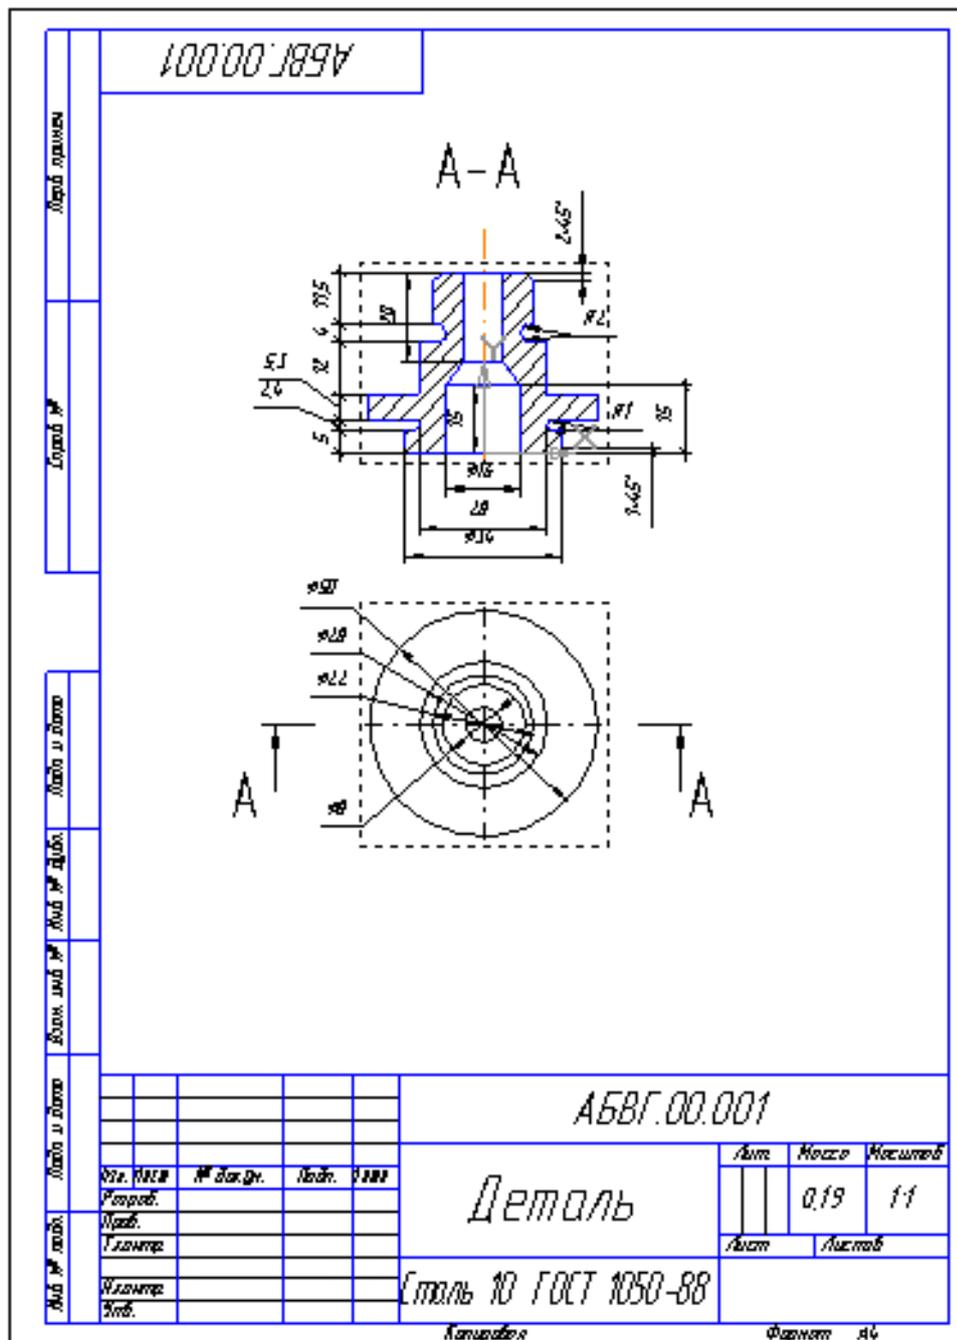

Рисунок 40 - Ассоциативный чертеж детали
1. Создадим трехмерную модель детали в соответствии с чертежом (рис.40).